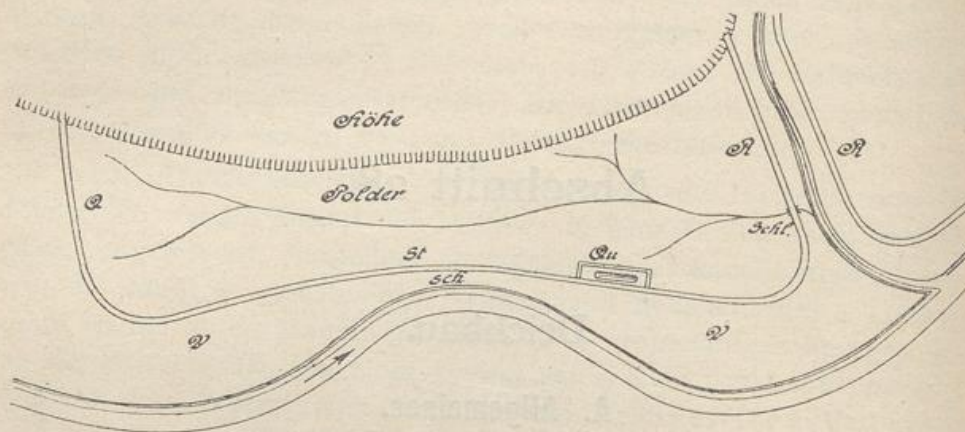
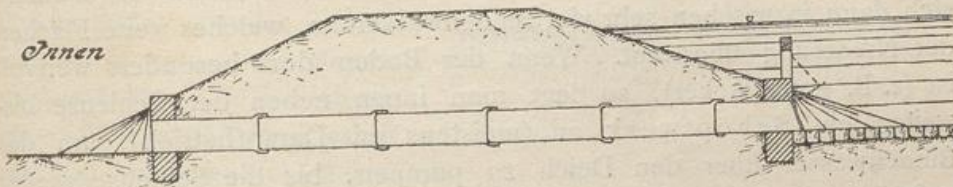

Abb. 580.
Abb. 586.
b) Nach der Lage der Stromrichtung unterscheidet man (Abb. 580):
— ohne Vorland — herantritt. Man sagt auch: ein solcher Deich liegt schar¹⁾ (bei *sch*, Abb. 580).
Quelldeich ist ein niedriger Binnendeich, der um eine quellige Vertiefung des Polders angelegt ist (*Qu* in Abb. 580). Die von ihm eingeschlossene Fläche nennt man einen Quellpolder.
4. Druckwasser. Quelldeiche. Erhebt sich das Außenwasser bedeutend über der eingedeichten Niederung, so kommen im Binnenlande, besonders in Vertiefungen nahe dem Deiche, vielfach Quellungen vor. Das Außenwasser wird nämlich durch den Untergrund in dem Polder emporgedrückt, zumal wenn der Grund sandig ist. Das aufquellende Wasser nennt man Druckwasser, auch Qualm-, Quell- oder Kuwerwasser. Das Druckwasser steigt dann noch bedeutend nach, wenn das Außenwasser schon zu fallen anfängt. Das Druckwasser füllt oft weite Flächen, manchmal den Boden des ganzen Polders an; es ist dem Pflanzenwuchs sehr schädlich und kann die ganze Ernte vernichten. Man kann es einschränken, wenn man um die einzelnen quelligen Stellen Quelldeiche anlegt (Qu Abb. 580). Diese brauchen nur eine geringe Höhe über dem Binnengelände zu haben, etwa 0,5 bis 1,5 m. Das Druckwasser steigt dann im Quellpolder auf, bis sein Gegendruck genügt, um dem Aufquellen das Gleichgewicht zu halten. Läuft aber doch etwas Wasser über den Quelldeich, so kann es in Gräben im Binnenlande unschädlich abgeleitet werden.
6. Binnenentwässerung. Deichschleusen. Die Wasserableitung aus dem Binnenlande nach dem Flusse darf durch die Deiche nicht behindert werden. Die Durchlässe, welche im Deiche angelegt werden, nennt man Deichschleusen oder Siele (*Schl* in Abb. 580). Sie liegen in der Regel im Zuge von Entwässerungsgräben. Für gewöhnlich stehen die Schleusen offen, bei Hochwasser müssen sie aber geschlossen werden. Je nach der Menge des abzuführenden Binnenwassers werden die Schleusen verschieden weit gebaut. Man unterscheidet den mittleren Teil der Schleuse, das Außen- und das Binnenhaupt. Am einfachsten sind Rohrdurchlässe von eisernen oder Zementbetonrohren, außen aber immer mit eisernem Kopfstück. An diesem sitzt eine eiserne Klappe (Abb. 586), welche oben ein Scharnier hat. Für gewöhnlich ist die Klappe aufgezo- gen und vermittels einer kurzen Kette angehakt (punktiert). Bei drohendem Hochwasser wird die Klappe herabgelassen und durch den Druck des Außenwassers angepreßt, so daß sie dicht schließt. Zum besseren Schluß ist die
Anschlagfläche der Rohrmündung schräg nach außen geneigt (durch einen Gummiring um diese wird die Dichtung bisweilen noch befördert). Zum besseren Anschluß an die äußere Deichböschung erhält die Rohrschleuse meistens ein gemauertes Außenhaupt, welches das Durchquellen längs dem Rohrkörper verhindert, oft außerdem auch ein gemauertes Binnenhaupt (Abb. 586). Bei größeren Binnenwassermengen
Das Binnenwasser eines Polders wird in Gräben abgeleitet (Abb. 580). Der Hauptgraben wird durch die Deichschleuse nach außen geführt. In den Hauptgraben münden die Nebengräben. Bei einer Hochwasseranschwellung dauert es oft sehr lange, bis das Außenwasser so weit fällt, daß die Schleuse sich wieder öffnet. Es sammelt sich dann inzwischen sehr viel Binnenwasser an, welches weite Flächen der Niederung überstaut. Wenn der Boden dort besonders wertvoll ist (z. B. guter Acker), so legt man innen neben der Schleuse bisweilen ein Schöpfwerk an (meistens mit Dampftrieb), um das Binnenwasser über den Deich zu pumpen, bis die Schleuse wieder aufgeht.